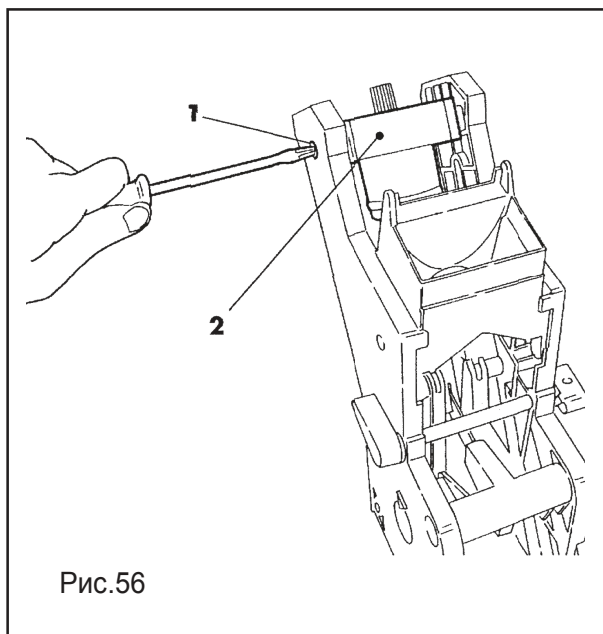

Рис.56
- отвернуть два винта по сторонам (Поз. 1, Рис. 56) и снять останов верхнего поршня (2).